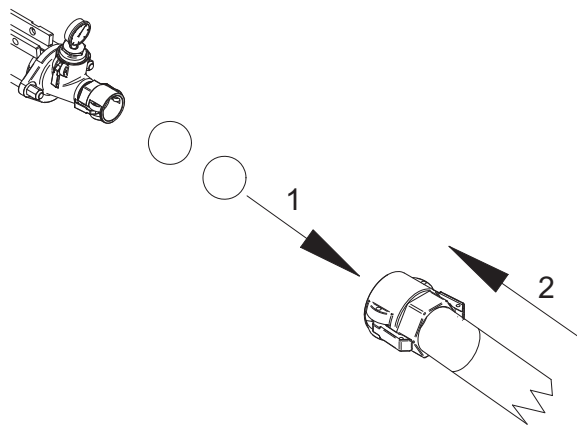

Fig.12
- Introduire dans les tuyauteries, encore remplis de matériaux, deux éponges de lavage (Fig. 12, Rep.1) et remonter la tuyauterie dans le collecteur (Fig. 12, Rep.2)